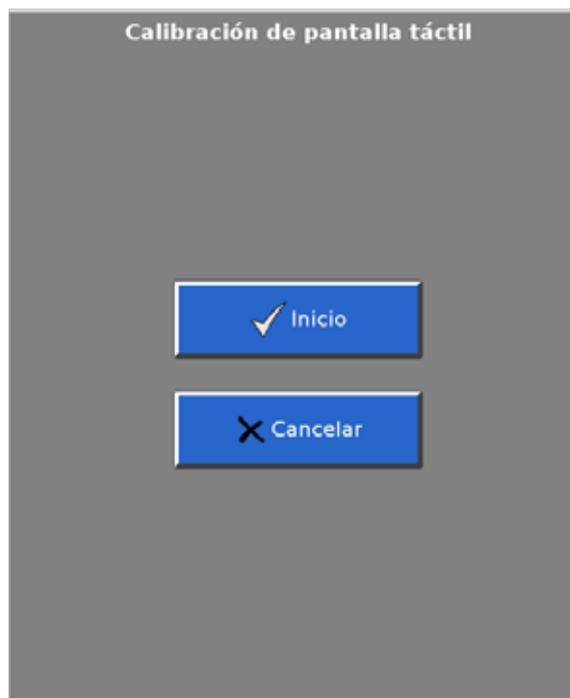

Figura E-12: Pantalla Calibrar pantalla táctil
- 1 En el **Menú Diagnóstico** seleccione **Calibración de pantalla táctil**. Aparece la pantalla **Calibración de pantalla táctil** (Figura E-12).